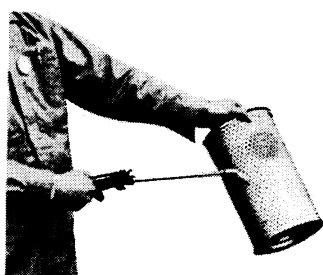

FIGURA 5-36
3. LIMPEZA DO FILTRO EXTERNO DE AR (FIGURA 5-36):